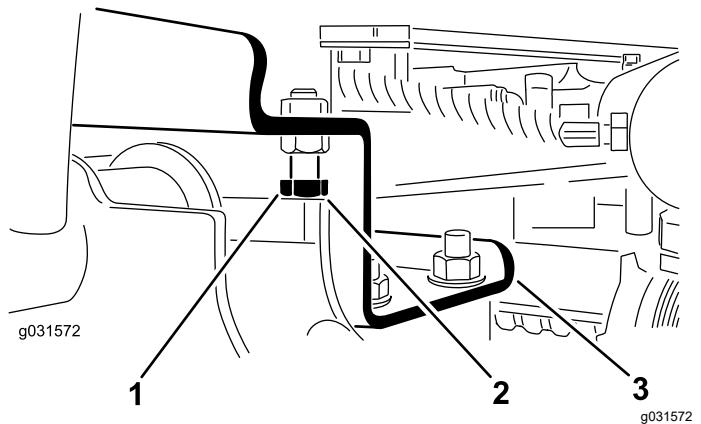

Figura 13
- Solte os parafusos de bloqueio (Figura 13).
- Certifique-se de que a folga entre cada braço de elevação e pino de bloqueio é de 0,13 a 1,02 mm, conforme se mostra na Figura 13.